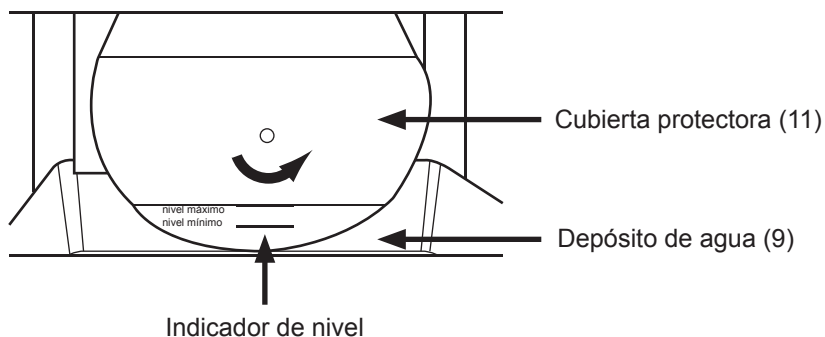

Imagen 11
La cortadora de azulejos tiene un depósito de agua (9) que tiene por objeto enfriar el disco de corte para obtener mejores cortes y evitar que se levante polvo. El polvo es dañino para su salud. El polvo generado depende del material a cortar, el disco de corte y la presencia de cubiertas o caparazones. El polvo se genera en el área de corte del azulejo. El depósito de agua (9) ayuda a atrapar el polvo que se va generando, haciendo el trabajo con la herramienta más seguro y llevadero. Antes de encender la cortadora de azulejos, el depósito de agua (9) debe posicionarse en la parte inferior derecha del tablero de la máquina (4), de manera que la cubierta protectora (11) esté parcialmente sumergida en el depósito de agua (9). (Ver imagen 11). Asegúrese de llenar el depósito con agua antes de empezar el trabajo. Preste atención al indicador de nivel de agua de la cubierta protectora (11). (Ver imagen 11).